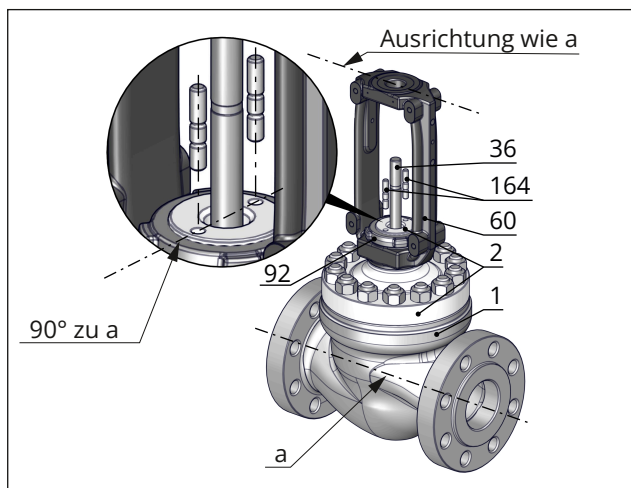

Bild 26: Ausrichtung des Oberteils auf dem Ventilgehäuse und Ausrichtung des Jochs auf dem Oberteil
3. Halter (302) mit Schrauben (306) und Scheiben (308) festschrauben. Anzugsmomente beachten, vgl. Tab. 7.
4. Joch (3) so auf das Oberteil aufsetzen, dass die beiden Bohrungen auf der Oberseite des Oberteils zu den offenen Seiten des Jochs weisen, vgl. Bild 26.
5. Joch (3) mit Schlagmutter (92) befestigen.
- a) Packungsbrille (162) über die Stiftschrauben (164) am Ventiloberteil (2/21) auf das Druckstück (8) aufsetzen.
- b) Beide Spannmutter (163) (bei außen federbelasteter Packungsbrille inklusive der Tellerfedern) auf die Stiftschrauben (164) aufschrauben und handfest anziehen. Bei der federbelasteten Ausführung die Spannmutter (163) dabei durch die Bohrungen der Packungsbrille führen.